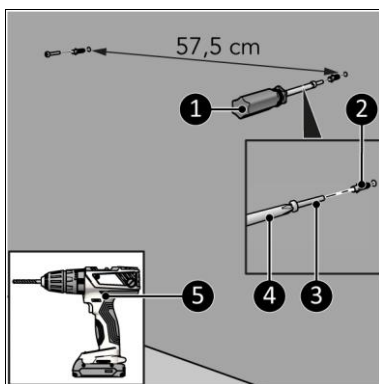

Figura 7
5. Introduceți mufele (Figura 7, poz. 2) și șuruburile (Figura 7, poz. 3).
6. Însurubați-le până la 10 mm față de perete cu o șurubelniță cu cap în cruce (Figura 7, poz. 1).
9. Verificați dacă încălzitorul este bine strâns. Dacă este necesar, strângeți șuruburile (Figura 7, poz. 2) mai adânc în perete.